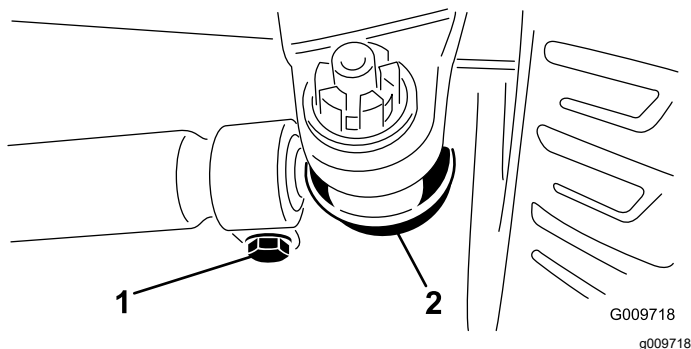

Figura 109
3. Para ajustar, retire la chaveta y la tuerca de cualquiera de las articulaciones esféricas de la biela (**Figura 109**). Retire la rótula de la biela del soporte del cojinete del eje.
4. Afloje las abrazaderas en ambos extremos de las bielas (**Figura 109**).